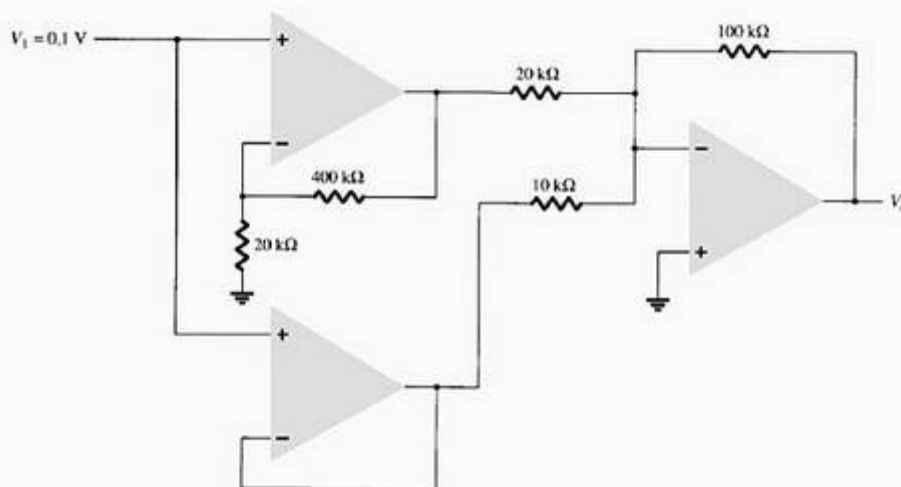

Figura 13.53 Problemas 16 e 29.
16. Calcule a tensão de saída, V_o , no circuito da Figura 13.53.
- *29. Utilize o Schematic Capture ou o EWB para calcular a tensão de saída no circuito da Figura 13.53.